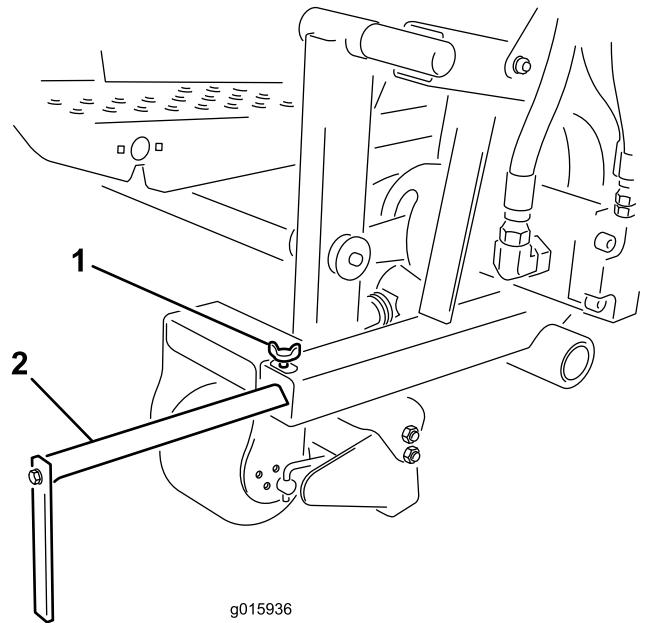

**图 10**
使用手柄升起或降下修边机图 10。
2. 向外按压手柄并将修边机的刀片降至地面图 10。
- 向外按压手柄并将修边机的刀片升至行驶位置图 10。